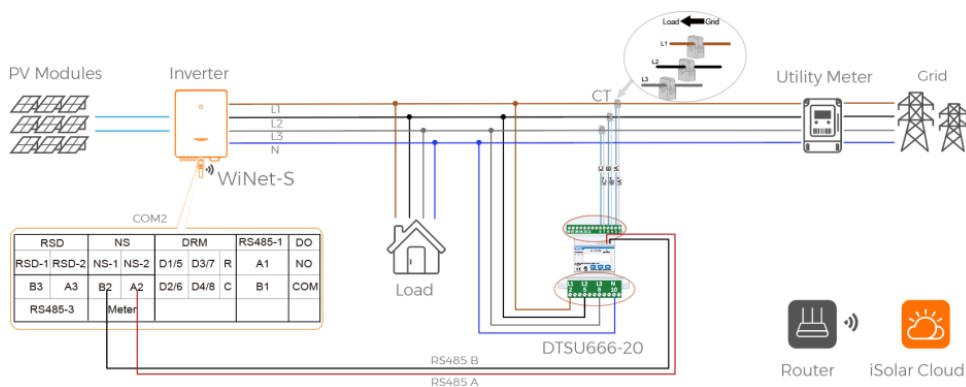

Figura 2 DTSU666-20 em sistema trifásico 3P4W
Sistemas trifásicos (3P4W) Para instalações trifásicas, utilize três Transformadores de Corrente (TC) conectados às fases 1, 2 e 3, deixando o neutro livre. Siga a configuração ilustrada na Figura 2.